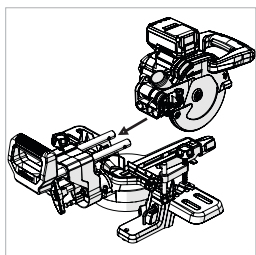

Fig. 13
- Richten Sie den Schneidkopf an den zwei Schlittenarmen aus. (**Abb. 13**)